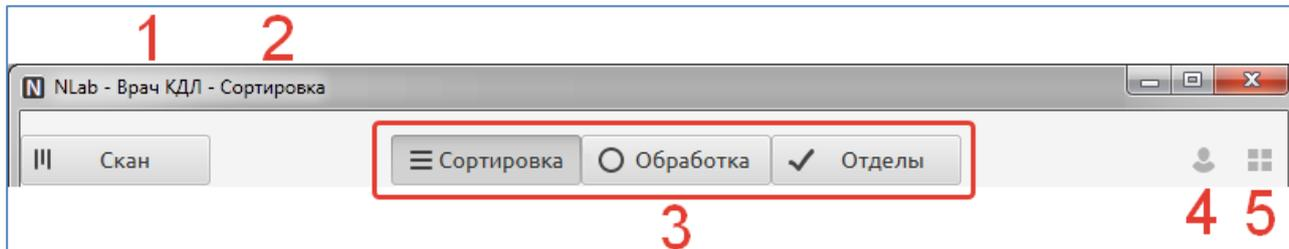

Рис. 3
В заголовке окна отображается имя пользователя, запустившего модуль NLab (№1 на Рис. 3) и название открытого раздела (№2 на Рис. 3).
Во всех разделах модуля имеется верхняя панель навигации. В средней части верхней панели некоторых разделов расположены кнопки, по которым открываются подчиненные разделы (№3 на Рис. 3). Состав этих кнопок меняется в зависимости от выбранного раздела (либо кнопки могут отсутствовать).
- Кнопка смены пользователя системы без закрытия приложения (№4 на Рис. 3), при нажатии открывается окно аутентификации пользователя.
- Кнопка смены раздела без закрытия приложения (№5 на Рис. 3), при нажатии открывается панель для выбора разделов, доступных текущему пользователю.